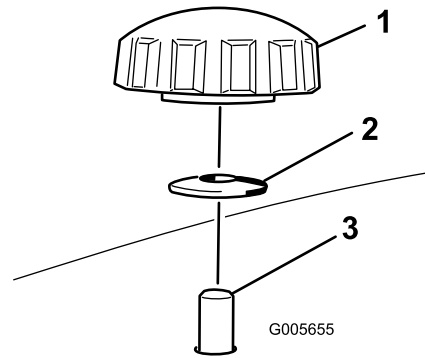
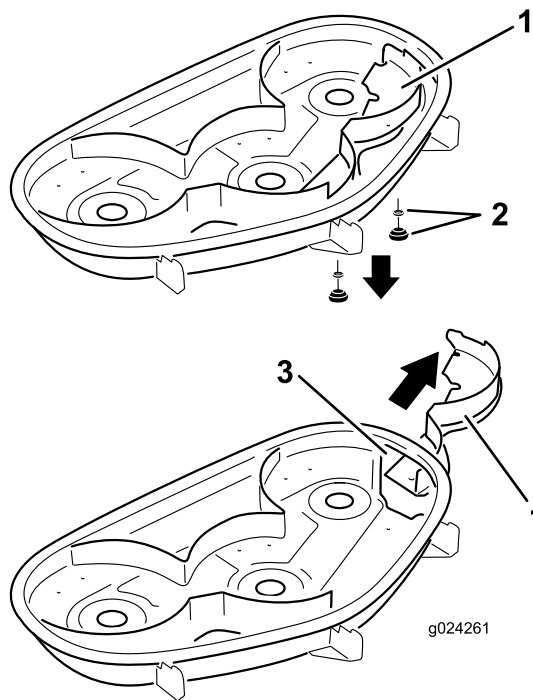

Bild 23
Bild 24
4. Nehmen Sie die beiden Handräder und die Wellenscheiben ab, mit denen das rechte Ablenkblech am Mähwerk befestigt ist (Bild 23).
5. Nehmen Sie das rechte Ablenkblech ab und senken Sie das Grasablenkblech über der Auswurfkanalöffnung ab, wie in Bild 23 und Bild 24 dargestellt.
5. Schieben Sie das rechte Ablenkblech unter das Mähwerk und befestigen Sie es mit zwei Handrädern und Wellenscheiben (kappenförmige Seite zum Mähwerk), wie in Bild 23 und Bild 24 abgebildet.